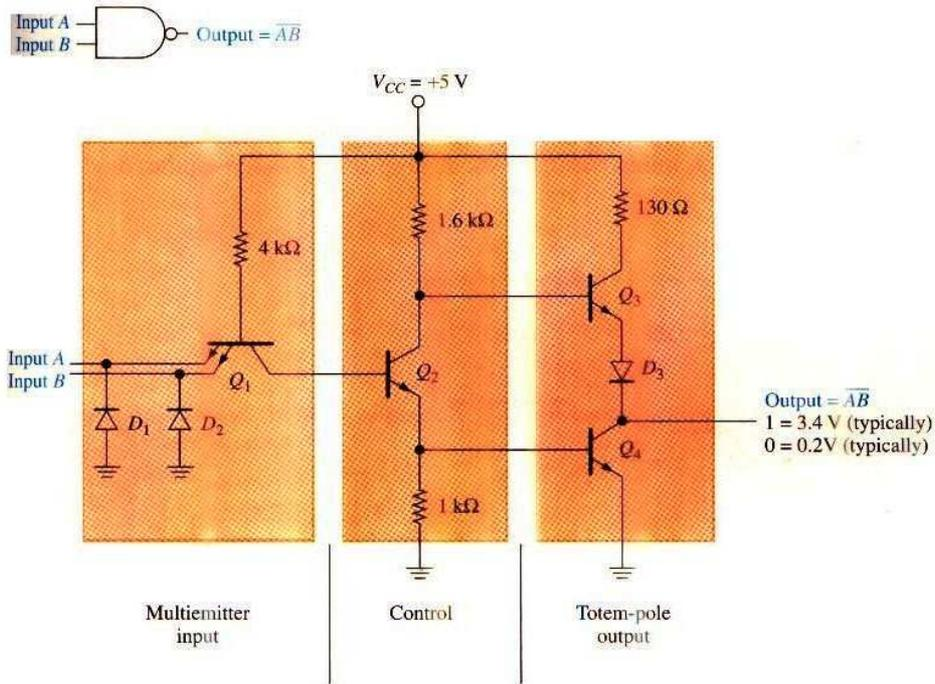
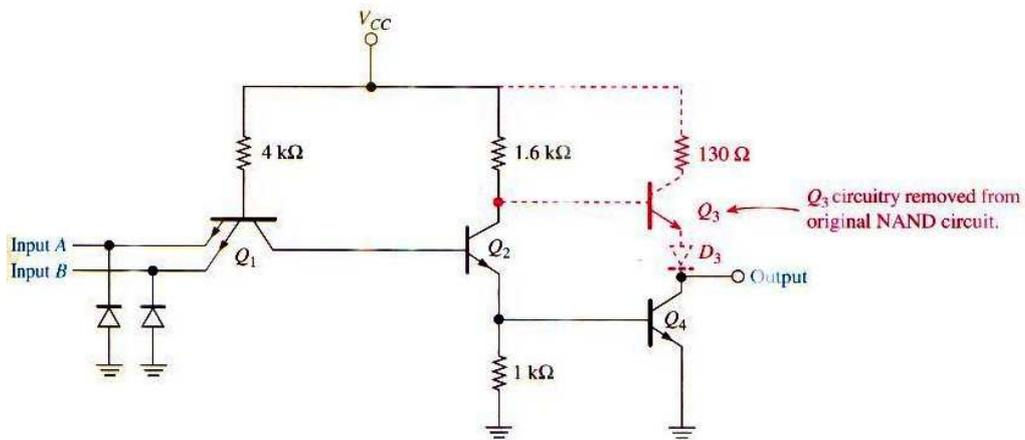

Figura 15: Circuito interno de uma das portas do 7400 (NAND(2)) sem coletor aberto.
Figura 16: Porta NAND TTL com saída em coletor aberto.
ii) **Solução 2:** usando *buffers* de coletor aberto. A figura 15 mostra o circuito interno de uma das portas NAND do 7400. Já a figura 16 mostra a mesma porta NAND mas com a saída em coletor aberto. Percebe-se que não existe um estágio de saída com  $Q_3$  limitando a corrente de saída. Existe apenas o transistor  $Q_4$  no estágio de saída que exige o acréscimo de um resistor de *pull-up* para limitar a corrente de saída da porta NAND. Usualmente este resistor é de  $10 \text{ K}\Omega$ , suficientemente não tão pequeno de forma a limitar a corrente máxima de saída, nem tão grande de forma a aumentar demais a d.d.p. sobre  $Q_4$  quando no estado OFF. CIs do tipo *buffer* com saída em coletor aberto (CA) são normalmente disponibilizados para atender aos casos de cargas de saída que requerem maiores níveis de corrente como certos displays, relés e motores. Por exemplo, o CI 7407 (OC) pode drenar até  $40 \text{ mA}$  de corrente, carga maior que 2,5 vezes os  $16 \text{ mA}$  da capacidade padrão de uma porta inversora 7404.